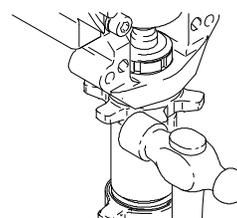

Fig. 17
6. Fig. 17. Solte a contraporca, batendo-lhe com um martelo de 567 g (20 onças) no máximo. Desaperte a bomba.